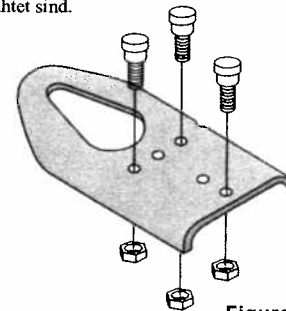

Figure 5
- Installez le goujon fileté sur le plateau adaptateur comme illustré par la figure 5.
1. Install the Plate Stud onto the Adapter Plate as shown in figure 5.
1. Installieren Sie die Schachtschraube an die Adapterplatte wie abgebildet in Abbildung 5.